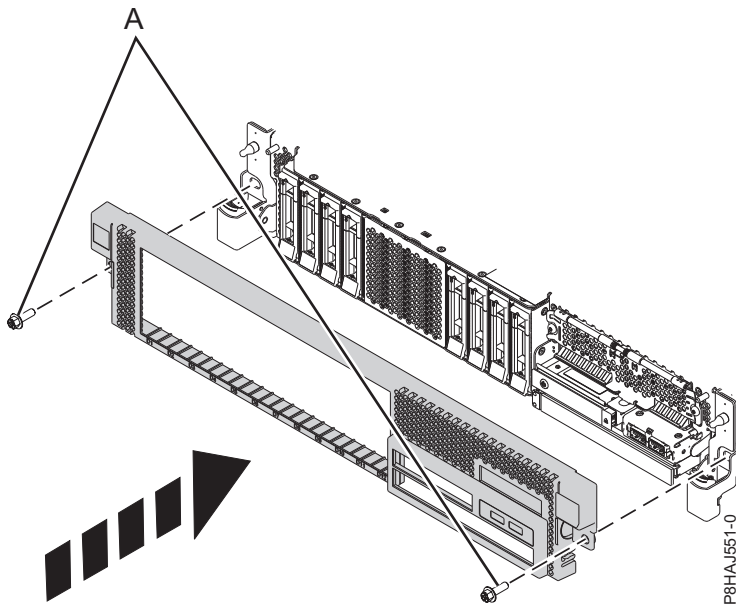

Figura 29. Instalación de la cubierta frontal
3. Cierre los pestillos de liberación empujando en la dirección que se muestra en Figura 29 en la página 48. La cubierta se insertará en su posición y dispone de una hendidura que le permite sujetarla más fácilmente.
4. Sustituya los tornillos de envío (A).